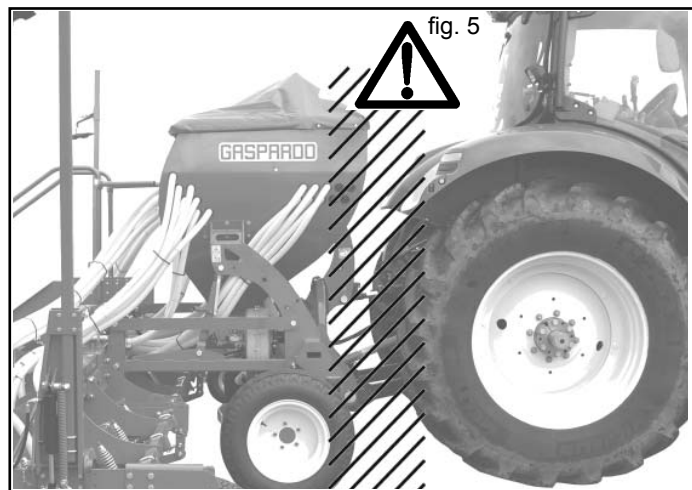

fig. 5
- 5) È assolutamente vietato interpersi fra il trattore e l'attacco per manovrare il comando dall'esterno per il sollevamento (Fig. 5).
- 6) È assolutamente vietato interpersi tra il trattore e l'attrezzatura (Fig. 5) con motore acceso e cardano inserito.